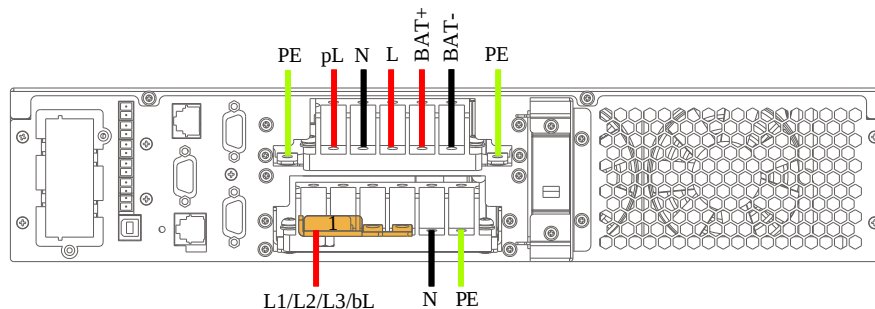

图2-19 接线示意图（单进单出、主旁同源）
- 3. 将主路输入火线穿过接线盒上盖的过线孔，然后接到出厂默认安装好的短接铜排 1 上。将主路输入中线和输入地线穿过接线盒上盖的过线孔，然后分别连接到 UPS 输入输出端子排上的输入中线端子（N）、输入地线端子（PE）上，并拧紧固定螺钉。如图 2-19 所示。
4. 如图 2-19 所示，将输出火线、输出中线和输出地线穿过接线盒上盖的过线孔，然后分别连接到 UPS 输入输出端子排上的输出火线端子（L）、输出中线端子（N）和输出地线端子（PE）上，并拧紧固定螺钉。